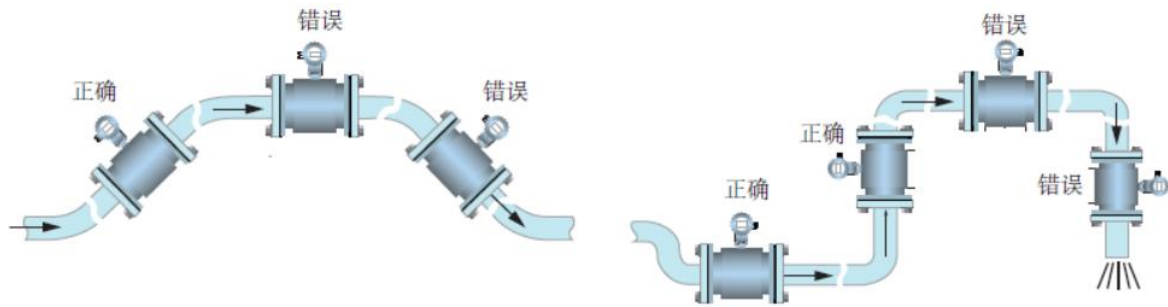

图 1 安装位置
- (1) 电磁流量计在安装时应避免阳光直射或周围温度过高的地方，防止励磁线圈因环境温度过高，出现不允许的温升导致绝缘性能破坏。
- (2) 电磁流量计应远离磁场，例如大电机、大变压器和电焊机等。
- (3) 电磁流量计在安装时应避免振动。
- (4) 流体流动方向应与流量计标志的方向一致。
- (5) 电磁流量计一般安装在阀的上游。
- (6) 电磁流量计必须在满管条件下工作，不能空管或不满管，要保证测量管道内始终充满被测介质，安装时应注意安装位置，如图 1 所示。